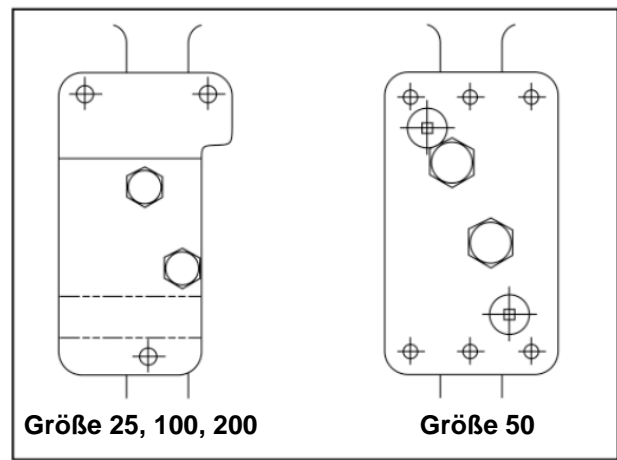

Abbildung 2: Stellungsregler Anbaulasche
2. Die Anbaulasche auf den Jochschenkel setzen, an dem die Hubanzeigeplatte befestigt ist. (Siehe Abb. 2.)
8. Den Stellungsregler mit drei Schrauben, wie in Abbildung 2 gezeigt, an die Anbaulasche montieren.